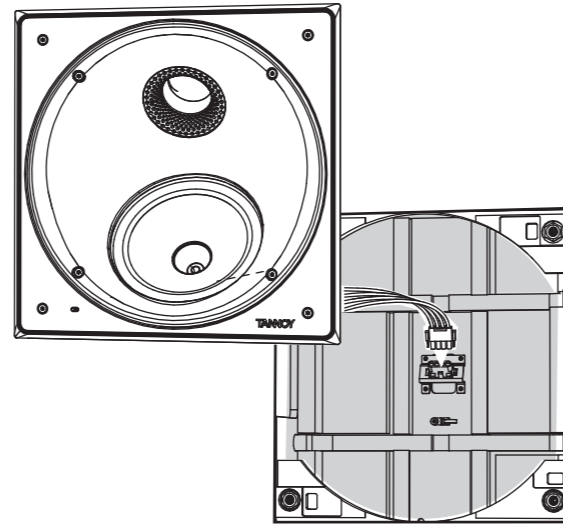

Fig. 6. Connecting the speaker wiring to the back can
4. El conjunto de altavoz ahora se puede conectar a la lata posterior usando cuatro tornillos como se muestra. Tenga cuidado de no pellizcar ni pellizcar el cableado de los altavoces, ni sus dedos, ni atarlos (Fig. 6).